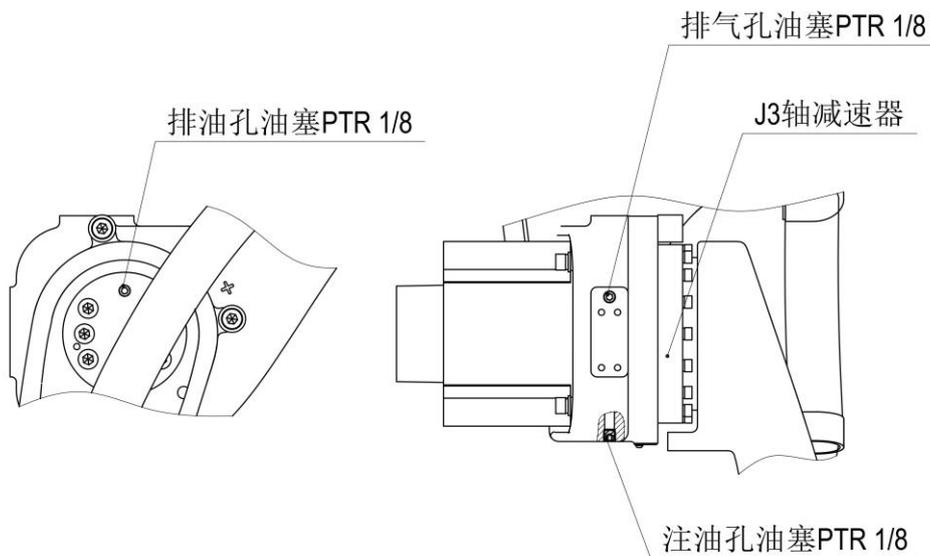

图 20 J3 轴减速器局部结构
(1) 油脂补充步骤（参考图 20）
- ④ 安装排油孔油塞前, 低速运转 J3 轴几分钟, 使多余的油脂从排油孔排出;
- ⑤ 用布擦净从排油孔排出的多余的油脂, 在排油孔安装油塞。油塞的螺纹处应缠生胶带并用扳手拧紧。
(2) 油脂更换步骤 (参考图 20)